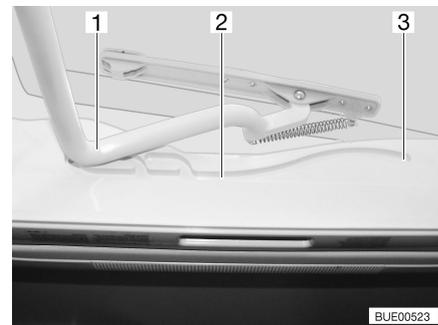

Fig. 21 Claraboya inclinable, guía
- Tirar el estribo (Fig. 21,1) en las guías (Fig. 21,2) hasta la posición trasera final (Fig. 21,3).
- Empujar el estribo (Fig. 21,1) ligeramente hacia arriba con ambas manos.
- Tirar el estribo en las guías (Fig. 21,2) hasta la posición deseada.